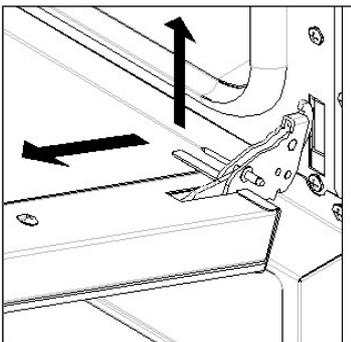

Fig. 6
- слегка приподнять дверцу и снять ее (Рис.6);